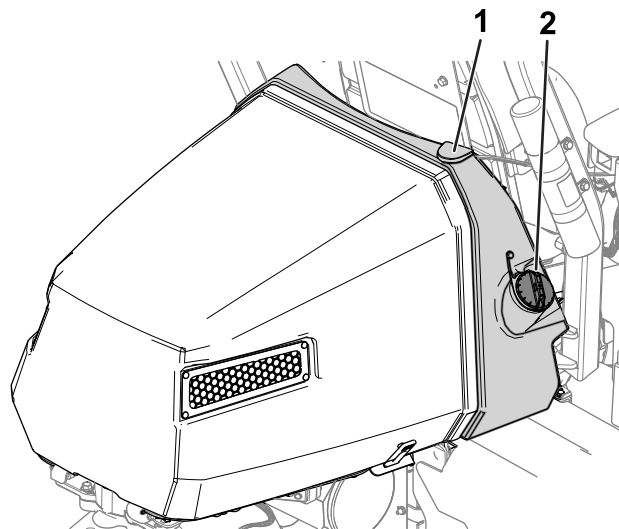

Figura 27
2. Pulite attorno al tappo del serbatoio del carburante e rimuovetelo (Figura 27).